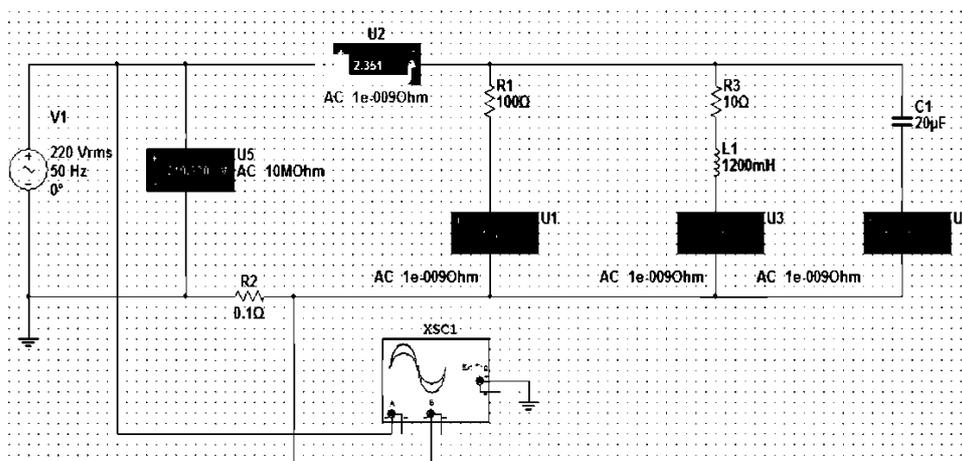

Рис. 3.6. Схема цепи с параллельным соединением резистора, катушки и конденсатора
1. Собрать на рабочем поле экрана электрическую цепь синусоидального тока с параллельным соединением резистора, катушки и конденсатора (рис. 3.6).